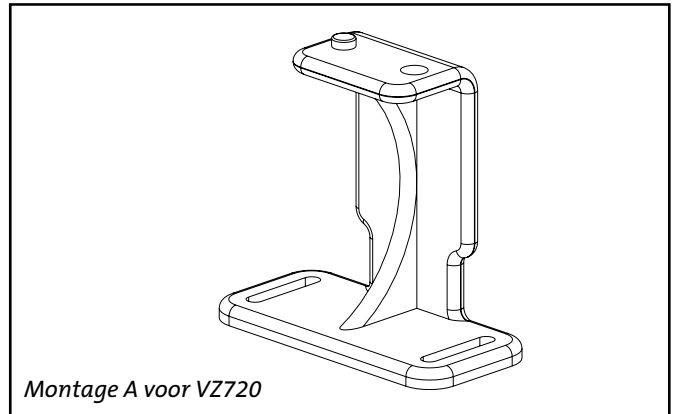

Fig. 8 : Standaard bevestigingssteun
- Functie : ze worden gebruikt voor elk type verandaprofielen met bovenliggend glas en alle houten pergola- en verandasy-stemen. (zie hiervoor fig. 8)